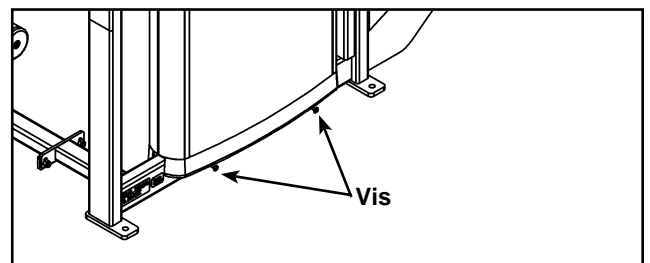

Figure 14
- A. Remettez avec précaution le capot arrière en place sur les deux vis inférieures. Reportez-vous à la figure 14.